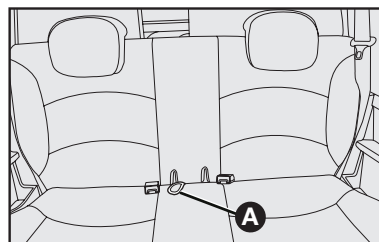

fig. 10
- Puxar a cordinha **A-fig. 10** para levantar o assento e rebatê-lo para frente;